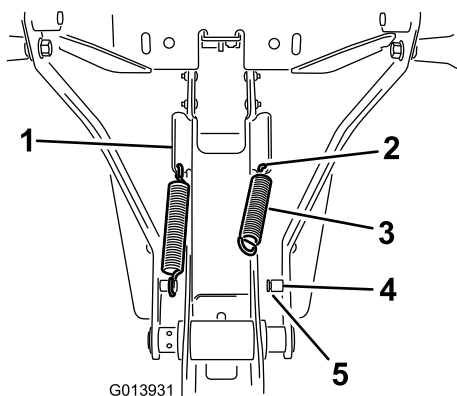

Figura 13
1. Instale el muelle en el taladro del extremo inferior de la pestaña inclinada del lateral del bastidor (Figura 13).
2. Enganche un extremo del muelle en el taladro y el otro extremo en el anclaje del muelle (Figura 13).
3. Asegúrese de que el extremo del muelle queda correctamente asentado en la ranura de la clavija (Figura 13).